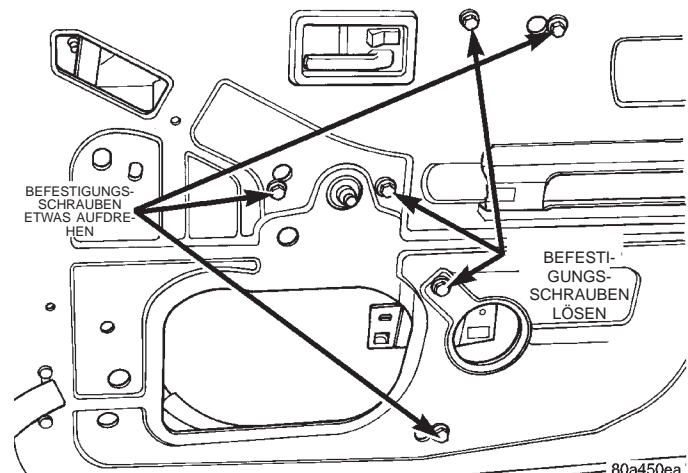
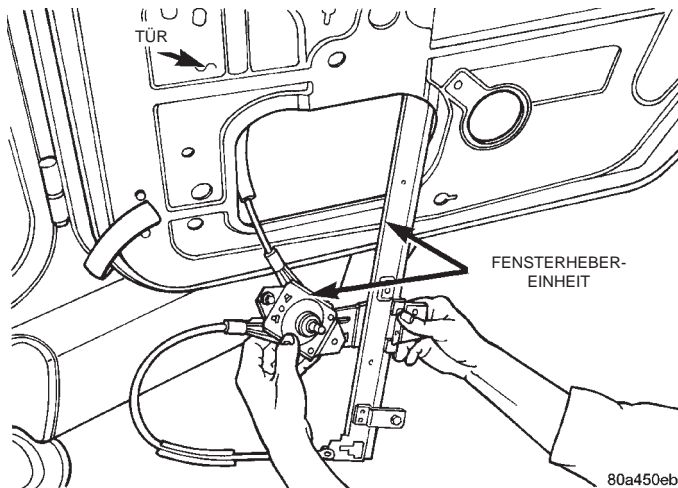

Abb. 32 Befestigungsschrauben des Fensterhebers
Abb. 33 Fensterheber ausbauen
- (2) Scheibe ausbauen.
- (3) Befestigungsschrauben in den Langlöchern lösen (Abb. 32).
- (4) Befestigungsschrauben lösen, mit denen der Fensterheber am Türinnenblech befestigt ist.
- (5) Fensterheber nach oben anheben, so daß er aus den Langlöchern im Türinnenblech freikommt.
- (6) Fensterheber absenken und durch die Zugangsöffnung im Türinnenblech ausbauen (Abb. 33).